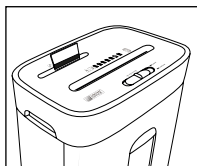

Fig. 8
Inserire la carta di credito centralmente dall'alto nell'apertura di taglio CD/carta di credito ❷ (vedi Fig. 8) e portare l'interruttore **REV/OFF/AUTO/FWD** ❸ su **FWD** ("forward" [inglese] = avanti).